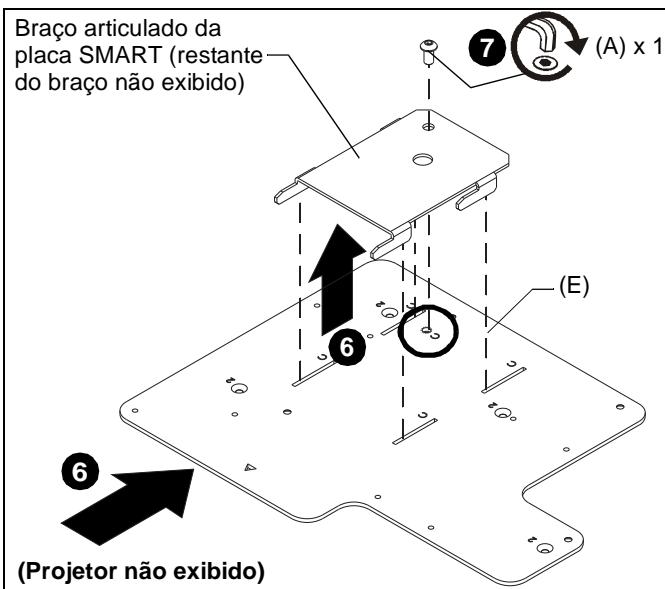

Figura 2
6. Erga o suporte de interface (E) com o projetor até o final do Braço articulado da placa SMART e deslize os slots do suporte de interface (marcados como "C") nos ganchos. (Ver Figura 2)
7. Utilizando um parafuso de cabeça abaulada de 1/4-20 x 1/2" (A), prenda o suporte de interface (E) na extremidade do Braço articulado da placa SMART através do orifício marcado como "C". (Ver Figura 2)